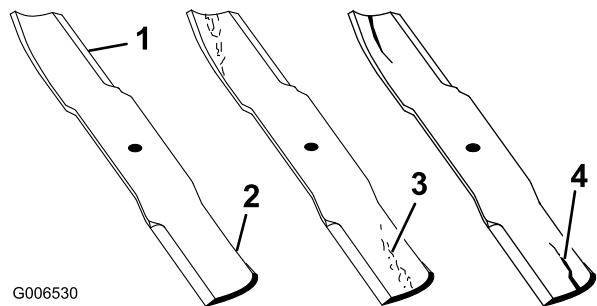

Figure 101
- Examinez attentivement les tranchants de la lame, particulièrement au point de rencontre des parties plane et relevée (Figure 101). Le sable et les matières abrasives peuvent éroder le métal à cet endroit, c'est pourquoi il est important de contrôler l'état de la lame avant d'utiliser la tondeuse. Remplacez la lame si elle vous semble usée (Figure 101).